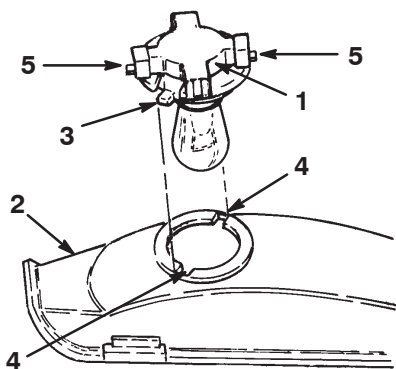

Bild 29
6. Drehen Sie die Birnenfassung um eine 1/4 Umdrehung nach links und nehmen die Birne aus dem Reflektor (Bild 29).
2. Die Birnenfassung hat zwei Zungen (Bild 29). Fluchten Sie die Zungen auf die Schlitzes im Reflektor aus, setzen die Birnenfassung in den Reflektor ein und drehen die Birne nach rechts um eine 1/4 Umdrehung bis zum Anschlag.